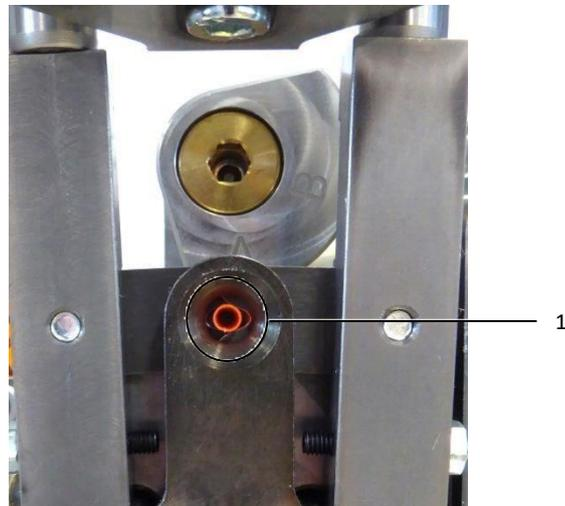

Imagen 35: Manguito y unidad de fijación del trenzado alineados
- Corrija la posición de la unidad de soporte de manguitos hasta que el manguito en la tenaza quede alineado con la unidad de fijación del trenzado (imagen 35, pos. 1).